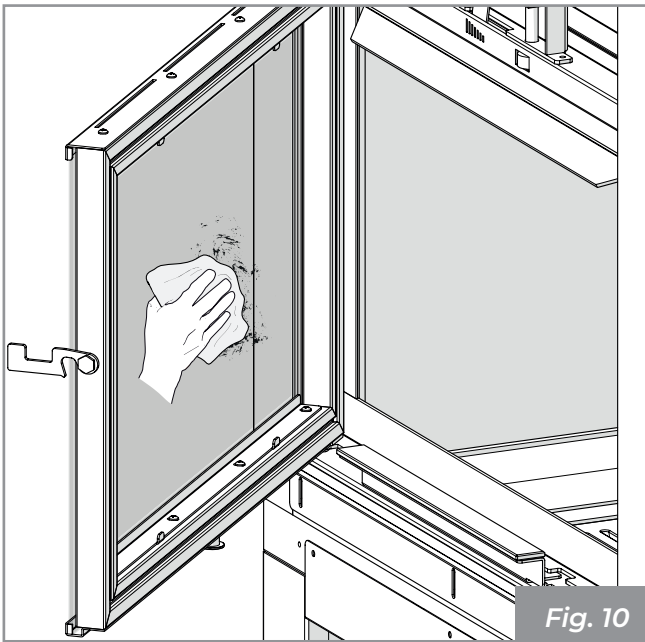

Fig. 10
- 2) Limpiar el vidrio con un paño húmedo o con papel humedecido y pasado en la ceniza (**Fig. 10**).